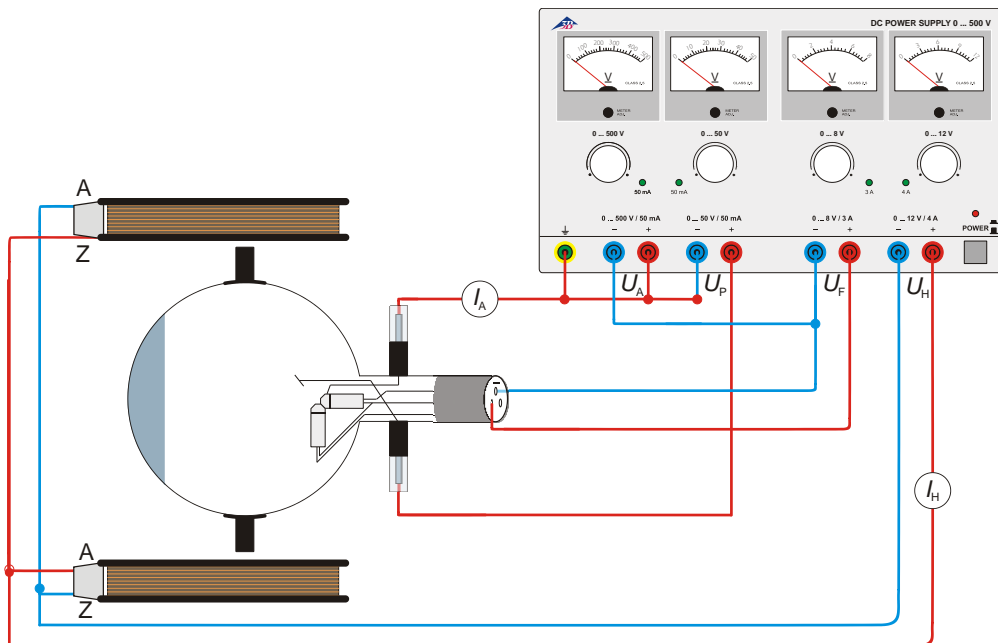

Fig. 4 Bestimmung von  $e/m$  mittels der axialen Elektronenkanone
- Beschaltung der Röhre gemäß Fig. 4 vornehmen.